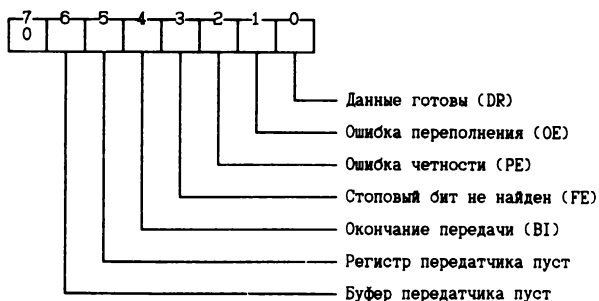

Рис. 7.8. Назначение битов регистра состояния адаптера
*Регистр состояния линий связи* предназначен для определения состояния адаптера (рис. 7.8). Доступ к этому регистру осуществляется через порт ввода-вывода с адресом, имеющим смещение 5 (3FDh) относительно базового.